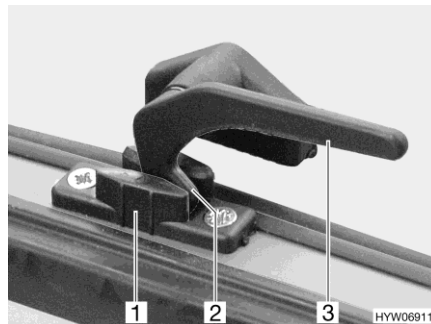

Bild 58 Låsarm i läget "kontinuerlig vädning"
- I läget "kontinuerlig vädning" (Bild 58)
- Sväng låsarmen (Bild 58,3) ett kvarts varv mot fönstrets mitt.
- Vrid tillbaka alla låsarmar. Därvid måste låsspaken (Bild 58,2) föras in i spåret på fönsterlåset (Bild 58,1).